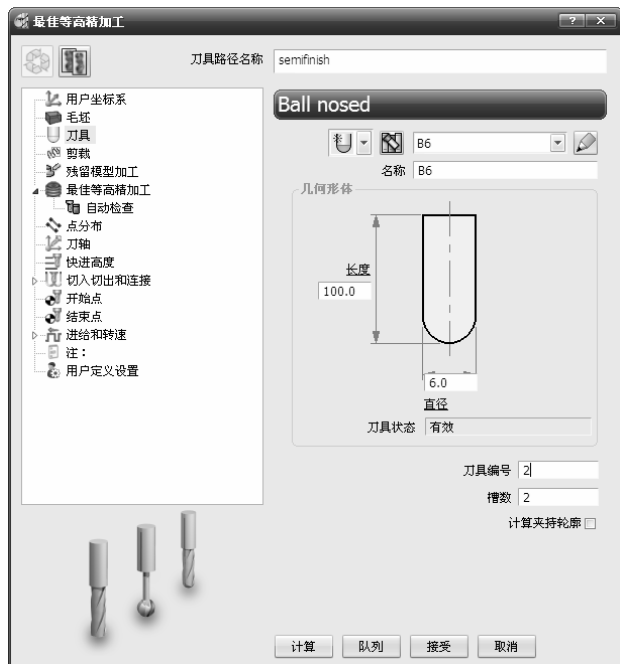

图 3-93 “最佳等高精加工”对话框
2) 在弹出的“最佳等高精加工”对话框中设置相关参数, 如图 3-93 所示。